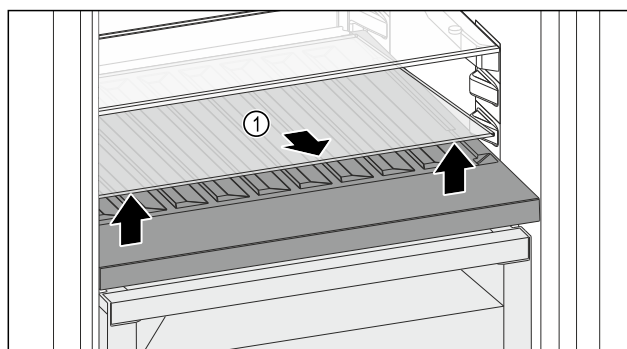

Fig. 86
- ▶ Emelje meg elől, a mélyedésnél az üveglapot Fig. 86 (1), és vegye ki.
- ▶ Biztonságosan tárolja az üveglapot Fig. 86 (1) a készüléken kívül.